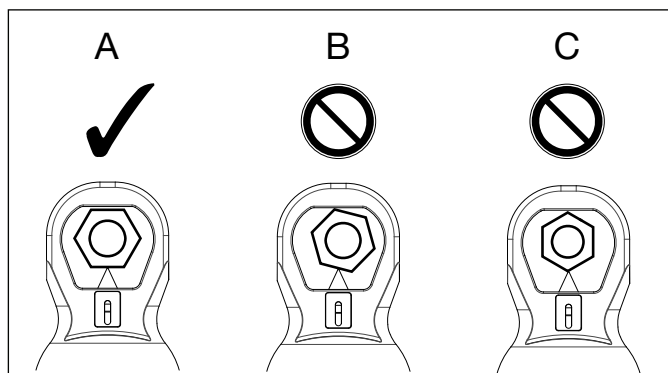

图 7: 定位切割头
6. 将切割头套在螺母上, 确保刀头的刀刃顶住螺母的一个面。螺母在切割头内的位置, 应该恰好能让刀头对准螺母一个面的中心线进行破切。请参见图 7, 视图 A。